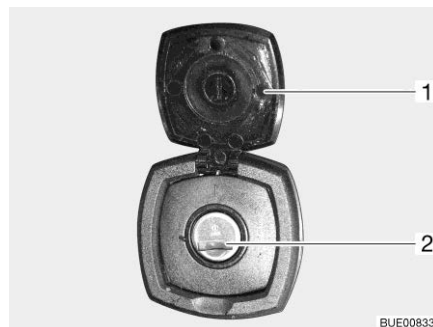

Bild 77 Klappenschloss, quadratisch
- Abdeckkappe (Bild 77,1) öffnen.
- Schlüssel in Schließzylinder (Bild 77,2) stecken und eine viertel Umdrehung drehen.